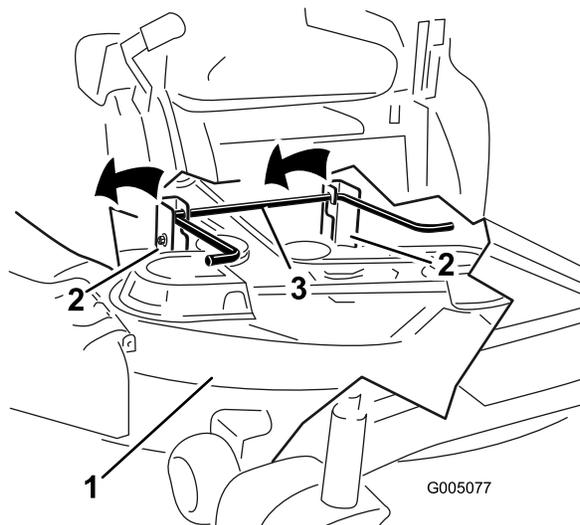

Figura 55
- Eleve la plataforma del cortacésped y desenganche la varilla de elevación trasera de los soportes, y baje el cortacésped con cuidado al suelo (Figura 55).
- Eleve la parte trasera de la plataforma del cortacésped y coloque los soportes sobre la varilla de elevación trasera (Figura 55).